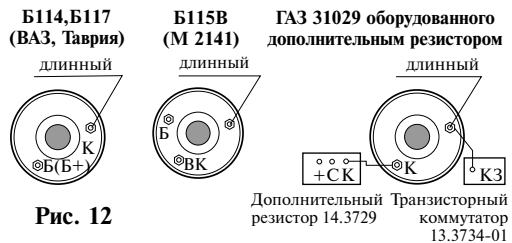

Рис. 12
- с прерывателем (для контактной системы зажигания) Рис. 12.
- коммутатором (для бесконтактной системы зажигания) Рис. 12.